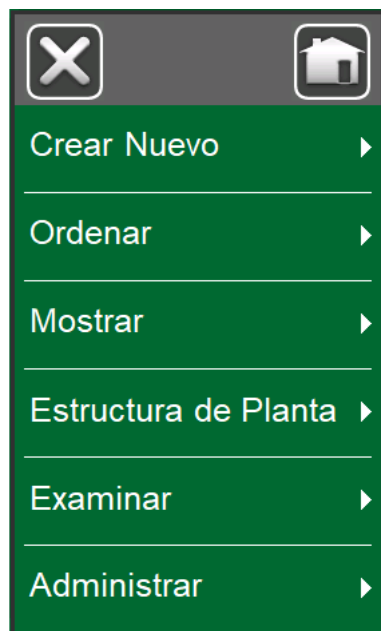

Figura 58: Menú de la ventana de la Lista de Instrumentos
- **Crear nuevo** para crear un nuevo instrumento o nivel de estructura de planta. (Consulte la Figura 58: Menú de la ventana de la Lista de Instrumentos)